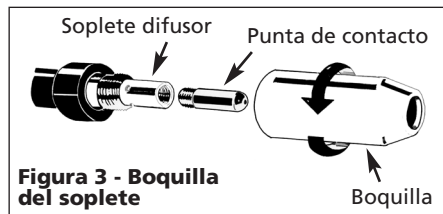

Figura 3 - Boquilla del soplete
7. Desenrosque la boquilla y la punta de contacto del extremo de soplete (Ver la Figura 3). Enchufe la soldadora en un tomacorriente adecuado.
9. Con cuidado deslice la punta de contacto sobre el alambre, enrosque la punta en el extremo del soplete y vuelva a instalar la boquilla (Ver la Figura 3). Corte el alambre a cerca de 1/4 de pulgada (6 mm) del extremo de la boquilla.